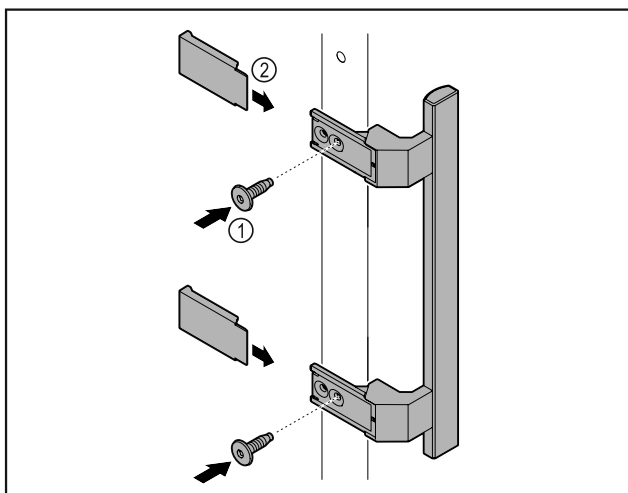

Fig. 5
- ▶ Pritvirtinkite rankeną iš priedų priedamais varžtais Fig. 5 (1) prie durų.
- ▶ Uždėkite dengiamąją plokštelę Fig. 5 (2).